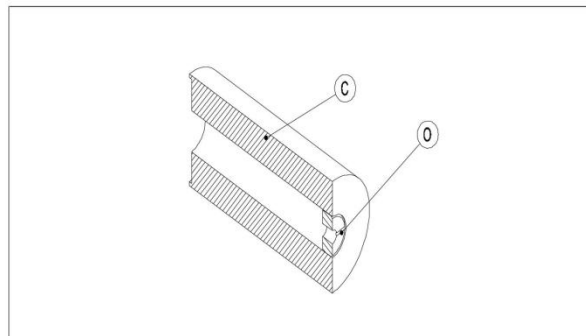

图 6
3) 把新的挡环 ( O ) 装入填料盒内, 十字端面朝向填料盒的后端。( 见图 6 )